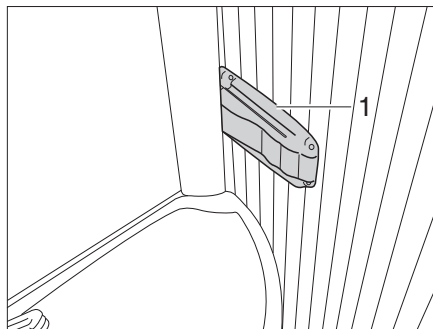

Fig. 358 Inodoro Vario, bloqueo de la pared de la ducha
- Apretar el bloqueo (Fig. 358,1), a la derecha, en el borde del lavabo y tirar levemente del lavabo. El lavabo se mueve con la pared dorsal hacia delante.